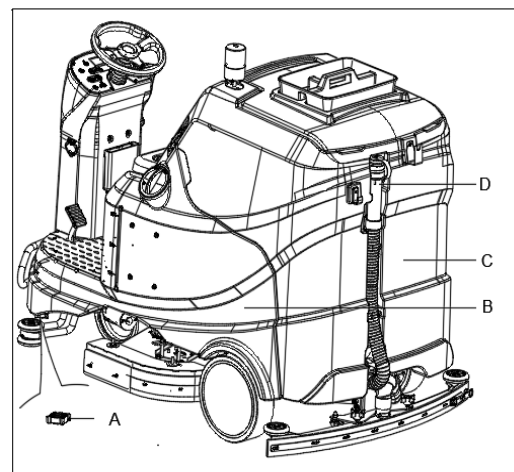

Рис. 15
Когда на многофункциональном дисплее (47, рис. 3) отображается сообщение ERROR24 и включается индикатор заполнения бака для регенерации (48, рис. 3). Указывает на то, что бак для регенерации (С, рис. 15) заполнен, вакуумный двигатель больше не может осушать пол. Опорожните бак для грязной воды следующим образом:
4. Слейте воду из бака грязной воды при помощи шланга (D, рис. 15). Затем промойте бак (С, рис. 15) чистой водой.
1. Слейте воду из бака раствора через крышку слива (А, рис. 15). После эксплуатации промойте бак чистой водой.
2. Слейте воду из бака (В и С, рис. 15), как показано в предыдущем пункте.